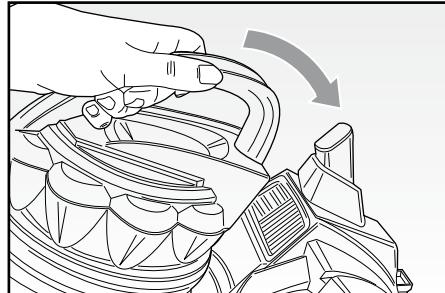

Fig. 11
- Prima di procedere con un nuovo utilizzo, occorre riassemblare il contenitore (A).
- Inserire il filtro completo all'interno del contenitore (A) e bloccarlo ruotandolo in senso antiorario.
- Reinserirre poi il contenitore della polvere completo (A) sul corpo dell'apparecchio premendolo leggermente fino ad udire lo scatto di avvenuto aggancio (Fig. 11).